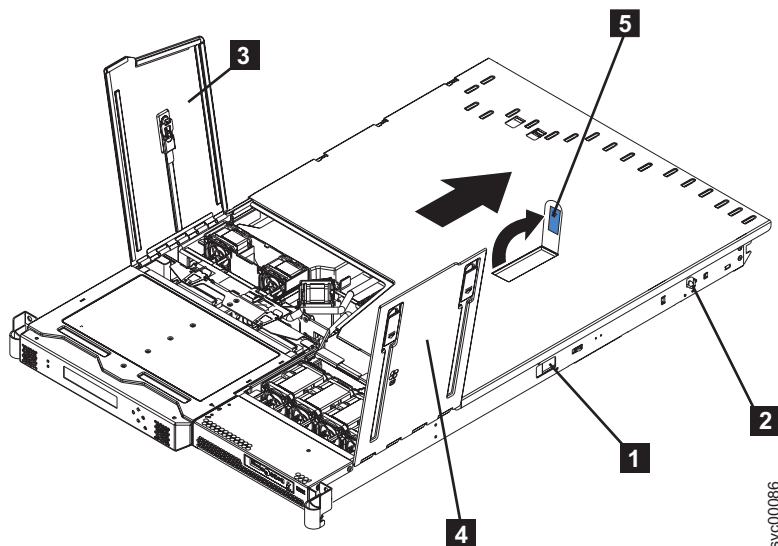

図 67. ファン・ドアを開いた状態の SAN ボリューム・コントローラー 2145-8F2 または SAN ボリューム・コントローラー 2145-8F4
- b. 両方のサイド・リリース・ラッチ (左と右) をノードの前方に向かってスライドさせます。両方のレール・ロック・ピン (図 67 の **2**) が垂直位置にあることを確認し、ノードを引き出して、ラックから取り外します。